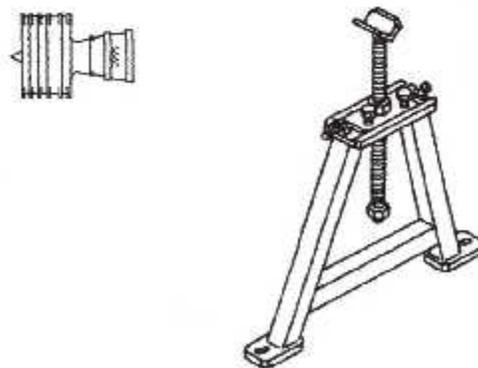

Fig. III. 92 : l'Extension Stanchion, 856A1453G01.
- d. On Tourne les écrous sur la tige du support de l'**Extension Stanchion, 856A1453G01**, (fig.III. 92). pour soulever le rotor HPT du joint d'étanchéité de nid d'abeille de l'ensemble du carter HPT/premier étage LPT.